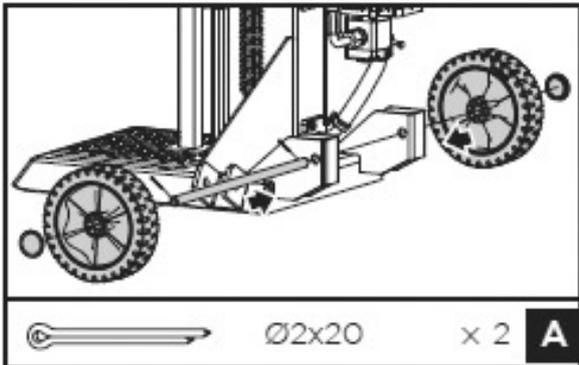

Abb. 9: Montage Räder
1. Setzen Sie die Radachse in die dafür vorgesehene Öffnung und befestigen Sie diese. Schieben Sie die Räder auf die Achse und sichern Sie sie von außen mit zwei Splinten  $\text{Ø} 2 \times 20$ . Befestigen Sie die Raddeckel (Abb. 9).